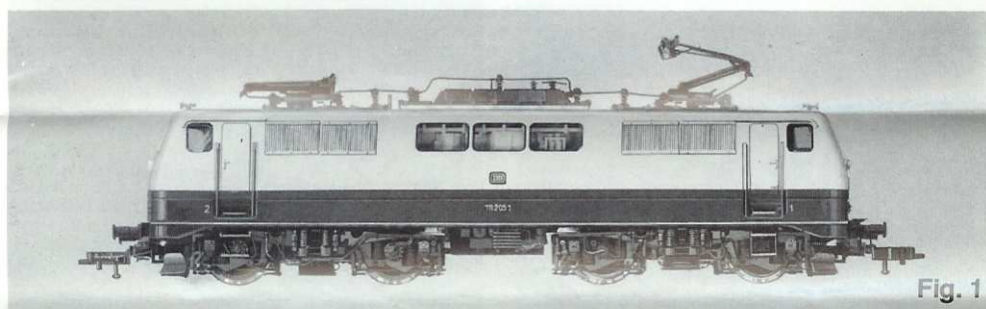

Fig. 1
Das Vorbild: Als Nachfolgetyp der bewährten Ellok Baureihe 110 wurde die Ellok Baureihe 111 an die Deutsche Bundesbahn (DB) geliefert. Als Bauart Bo'Bo' hat die Lok eine Reibungslast von 84 Mp und kann bei einer Dauerleistung von 3700 kW eine Höchstgeschwindigkeit von 160 km/h fahren (Fig. 1). Nach Entwicklung und Erstellung von 5 Prototypen durch die Firmen Krauss-Maffei und Siemens in Zusammenarbeit mit dem Bundesbahn-Zentralamt München (BZA) wurden an der Serienlieferung auch die Firmen Henschel, Krupp für den mechanischen Teil und AEG, BBC für die elektrische Ausrüstung beteiligt. Bis Ende 1984 wurden 227 Maschinen ausgeliefert.
The Original: The Class 111 electric loco has been delivered to the Deutsche Bundesbahn (DB) as a development of the very popular Class 110 electric loco. As a Bo'Bo' type loco, it develops 84 Mp and has a power rating of 3700 kW, and a top speed of 160 km/h (fig. 1). The firms of Krauss-Maffei and Siemens, working in conjunction with the Bundesbahn Zentralamt München (BZA) designed and developed the first five prototypes, resulted in the sharing of the order for the production of the series, shared between the firms of Henschel, Krupp for the mechanical parts, and AEG, BBC for the electrical apparatus. Up to the end of 1984, 227 machines were delivered.
Modèle original: La locomotive électrique série 111 a été livrée à la Deutsche Bundesbahn (DB) comme remplaçante de la fameuse loco électrique 110. De type Bo'Bo', cette loco a un poids adhérent de 84 Mp et peut atteindre une vitesse de 160 km/h, avec une puissance de 3700 kW (fig. 1). Après étude et réalisation de 5 prototypes par une coopération entre les firmes Krauss-Maffei, Siemens et l'administration centrale de la Bundesbahn, la fabrication en série fut également confiée aux firmes suivantes: Henschel, Krupp pour la partie mécanique, tandis que la partie électrique était confiée à AEG et à BBC. Jusqu'en 1984 on en aura construit 227, dont une partie a été peinte en bleu océan/beige pour le service général de la DB.
Het voorbeeld: Als opvolger van de succesvolle E-loc bouwsérie 110, werden de elektrische locomotieven uit de bouwsérie 111 an de Deutsche Bundesbahn (DB) geleverd. In de Bo'Bo'-uitvoering heeft de loc een wrijvingslast van 84 Mp en kan deze bij een konstant vermogen van 3700 kW een topsnelheid bereiken van 160 km per uur (fig. 1). De 5 proto-type locs werden door de firma's Krauss-Maffei en Siemens in nauwe samenwerking met het Bundesbahn Zentralamt München (BZA) ontwikkeld en gebouwd. Bij de serielevering werden ook de firma's Henschel en Krupp voor het mechanische gedeelte ingeschakeld, evenals de firma's AEG en BBC voor het electrotechnische gedeelte. Tot 1984 worden in totaal 227 machines afgeleverd.
Förebilden: Som efterföljare till det lovordade elloket av type 110, levererades typ 111 til Tyska Förbundsjärnvägen. Som typ *Bo'Bo'* har loket en vikt av 84 ton och kan vid en konstanteffekt av 3700 kW köra i 160 km/h (fig. 1). Efter utveckling och framställning av 5 prototyper genom firman Krauss-Maffei och Siemens i samarbete med centralförvaltningen för DB i München deltog också firmorna Henschel, Krupp i serieframställningen av de mekaniska delarna och AEG, BBC svarade för den elektriska utrustningen. Till 1984 leveras 227 maskiner.
Il prototipo: La locomotiva elettrica della serie costruttiva 111 è stata fornita alle Ferrovie Federali Tedesche (DB) successivamente all'accreditata locomotiva elettrica della serie costruttiva 110. In esecuzione come tipo costruttivo *Bo'Bo'*, la locomotiva ha un carico di aderenza di 84 Mp e può raggiungere con una potenza continuativa di 3700 kW una velocità massima di 160 km/ora (fig. 1). Dopo la messa a punto e la realizzazione di 5 prototipi da parte delle Ditte Krauss-Maffei & Siemens in collaborazione con l'ufficio centrale delle Ferrovie Federali di Monaco (BZA), parteciparono alla fornitura di serie anche le Ditte Henschel, Krupp per al parte meccanica e AEG, BBC per l'equipaggiamento elettrico. Fino al 1984 le locomotive fornite saranno 227.